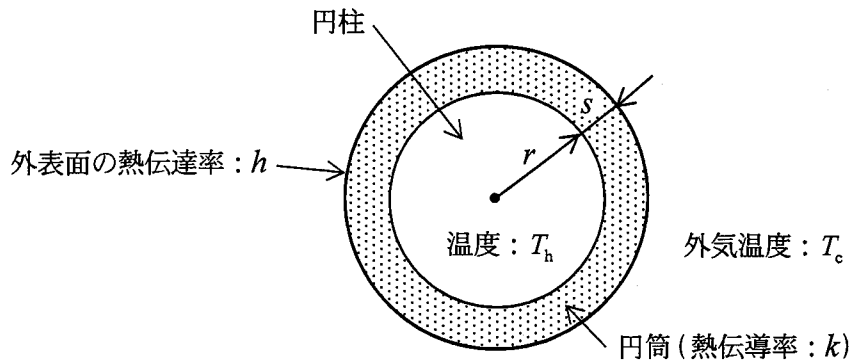

図2 円柱と円筒状材料の断面
2) 次に、図1で示す円柱の周りに、図2のように熱伝導率 k で厚さ s の材料を円筒状に巻くと、単位時間当たりの放熱量 Q は、円筒の外表面と外気との熱伝達率を h とすると、次式で表される。